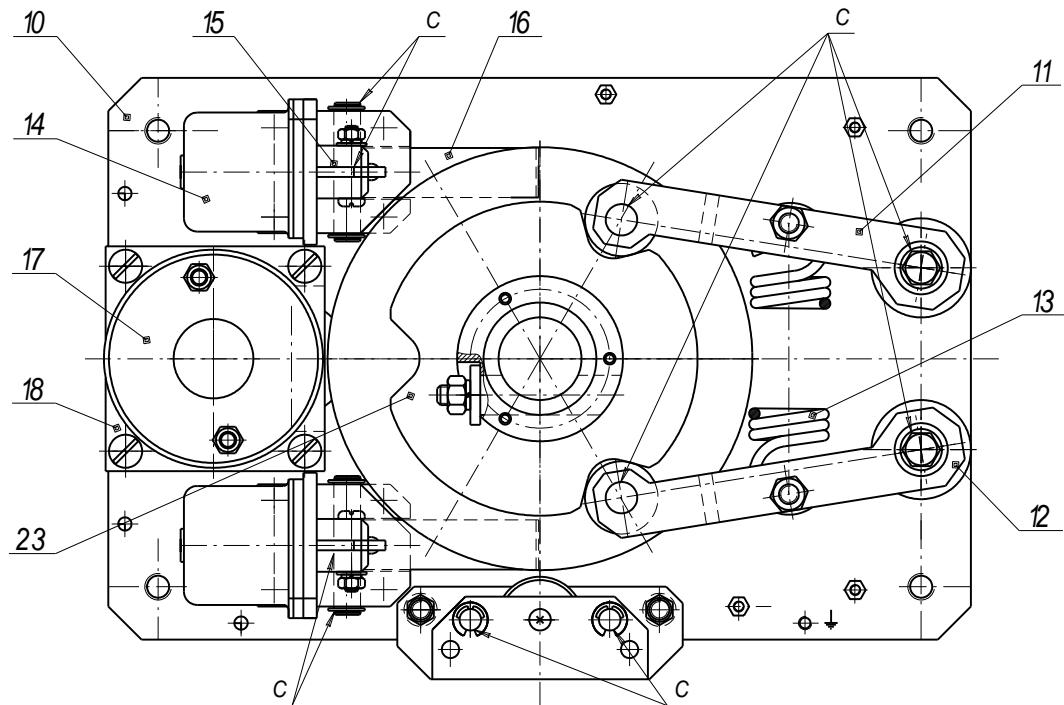

Рис.2.
5.2 Агрегат турникета МПТ-5 (см. рис. 2) состоит из жесткого основания и установленных на нем устройств: электродвигательного привода, механизма доводки и фиксации, механизма блокирования, а также электронного блока управления БКТ-05.
- смазка трещущихся деталей механизмов турникета: места нанесения смазки (обозначены символом «С» на рис. 2, 3): подшипники и оси механизма доводки, оси толкателя, оси сочленения штоков и рычагов механизма блокировки, трибка и колесо последней ступени зубчатой передачи механизма демпфирования, в триподе - оси вращения штанг и собачек. Порядок нанесения смазки: поверхности деталей, подшипники и оси очистить от старой смазки, промыть их спирто-бензиновой смесью, после чего смазать смазкой ОКБ-122-7 ГОСТ 18179-90.